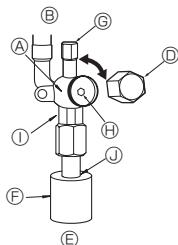

Fig. 4-6
- (1) Strona gazowa/cieczowa ZM35-71 (Fig. 4-6)
- ① Zdjąć korek i obrócić do oporu trzpień zaworu w kierunku przeciwnym do ruchu wskazówek zegara za pomocą klucza imbusowego 4 mm. Przerwać obracanie po osiągnięciu ogranicznika.